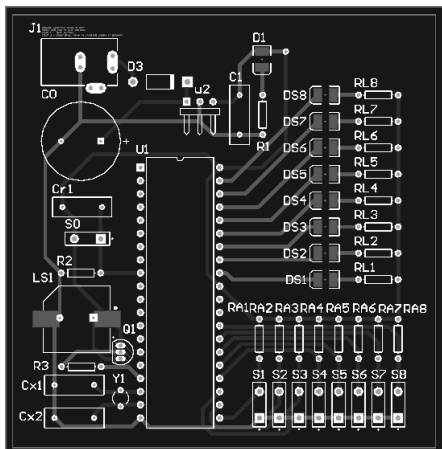

图 14-42 实践题 (2)
- (1) 对例 14-1 中的工程完成手工布线。
- (2) 完成第 13 章实践题 (3) 的手工布线。将 GND 网络和 VCC 网络宽度设为 50mil，其余网络宽度设为 30mil。图 14-42 为参考布线，读者完全可以设计出不同的布线结果。